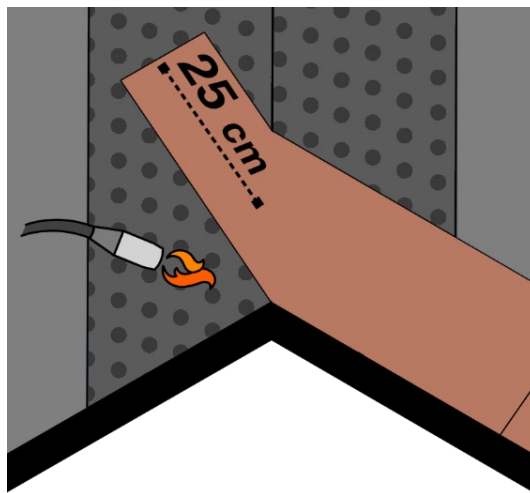

Fig. 20 - Installazione a fiamma delle tegole sul compluvio
- Per quanto riguarda i compluvi, predisporre preventivamente sul compluvio una fascia di membrana bituminosa larga circa 100cm, per assicurare l'impermeabilizzazione dello stesso. A partire da una falda, posare le tegole canadesi per file, iniziando con la fila di partenza, in modo tale che le tegole oltrepassino di almeno 25 cm l'asse di compluvio. È buona norma tagliare le tegole, una volta posate, seguendo la parallela a 25 cm alla linea di compluvio - Fig. 20.